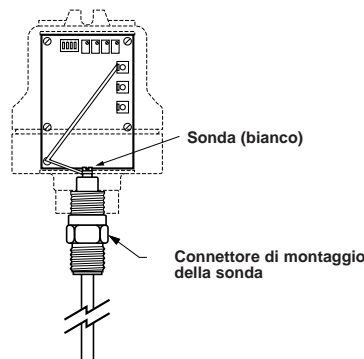

Figura 9
2. Avvitare bene, assicurandosi che la chiave inglese sia appoggiata SOLO al dado premistoppa. Vedere **Figura 9**.
3. Avvitare la custodia del trasmettitore/sonda sulla sonda. Vedere **Figura 9**. Non comprimere o tagliare il premistoppa.
6. Togliere il gruppo elettronico allentando le tre viti nella base. Vedere **Figura 9**.
8. Collegare il cavo bianco della SONTA (fornito nel sacchetto in plastica) tra il morsetto della sonda sulla scheda del circuito stampato e la vite della sonda situata sull'estremità superiore della sonda stessa. Assicurarsi di inserire i collegamenti elettrici attraverso l'apertura situata sul fondo a sinistra della scheda del circuito stampato e al centro della staffa di fissaggio. Vedere **Figura 9**.